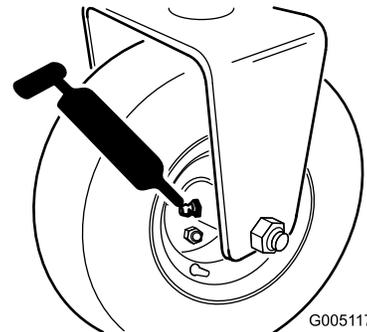

図 28
- 後ローラハブアセンブリ3輪駆動キットを搭載している場合には、後ホイールのローラクラッチと外部ボールベアリングか所 図 28